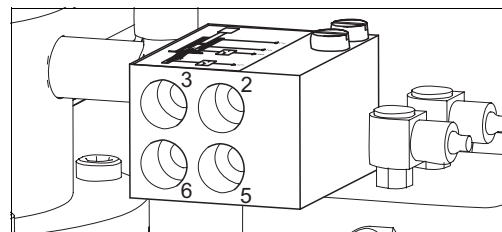

Fig. 9: Morsettiera pneumatica
2. Inserire i tubi flessibili dell'aria compressa nei corrispondenti raccordi. Verificare anche che i numeri, incisi direttamente sul relativo ingresso (o sull'uscita) della morsettiera, siano identici (fig. 9).